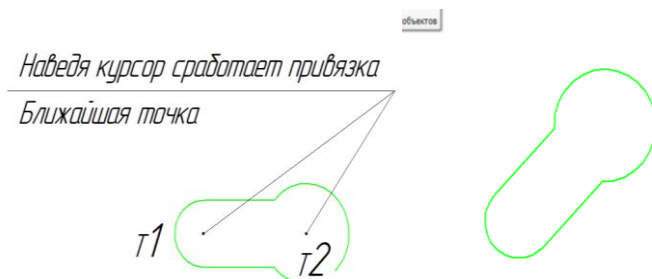

Рис. 126 – Поворот сложного отверстия
7.1. **Поворот сложного отверстия.** Выделите сложное отверстие рамкой. В панели **Редактирование**, выберите команду **Поворот**. Наведите курсор на центр окружности $\varnothing 10$, работает привязка (Ближайшая точка), щелкните один раз (левая кнопка мыши). Вторую точку выберите в центре окружности $\varnothing 15$. Опустите курсор вниз (панель свойств) и внесите угол поворота 45° , нажмите Enter затем Esc (рисунок 126).